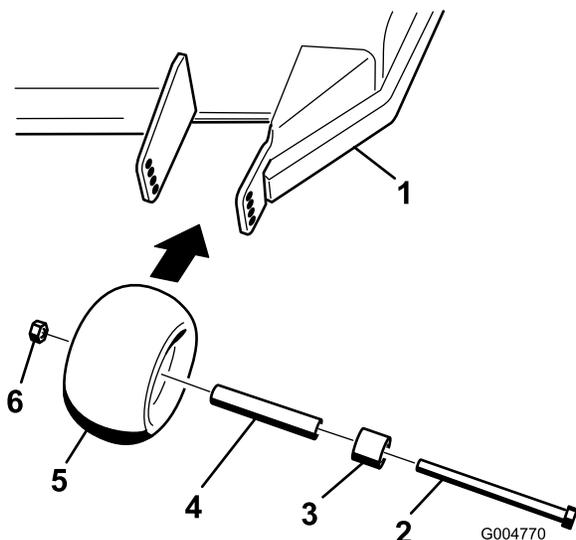
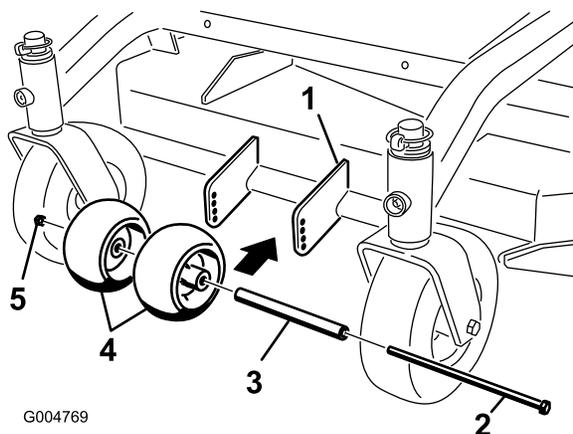

Figure 17
Figure 18
1. Après avoir réglé la hauteur de coupe, vérifiez que les galets anti-scalp procurent une garde au sol minimale de 10 mm (3/8 po) (Figure 16, Figure 17, Figure 18).
2. Si un réglage est nécessaire, retirez le boulon, les rondelles et l'écrou (Figure 16, Figure 17, Figure 18).
3. Choisissez le trou correct pour que les galets anti-scalp se trouvent à 10 mm (3/8 po) ou plus du sol (Figure 16, Figure 17, Figure 18).
4. Remettez le boulon et l'écrou (Figure 16, Figure 17, Figure 18).